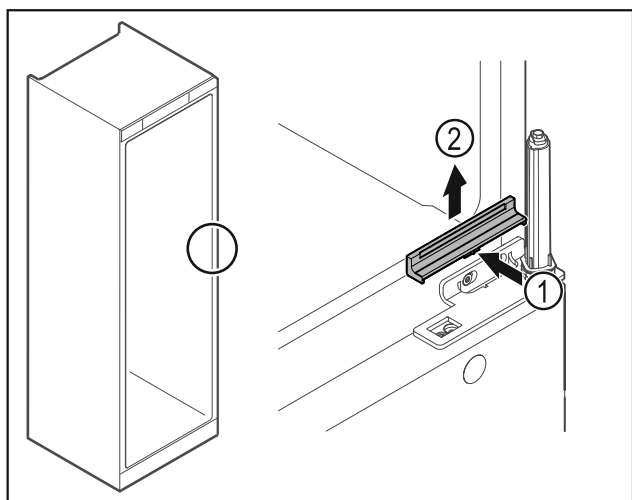

Fig. 26
- Tryk afdækningen Fig. 26 (1) let ind i midten, og tag den af opefter Fig. 26 (2).